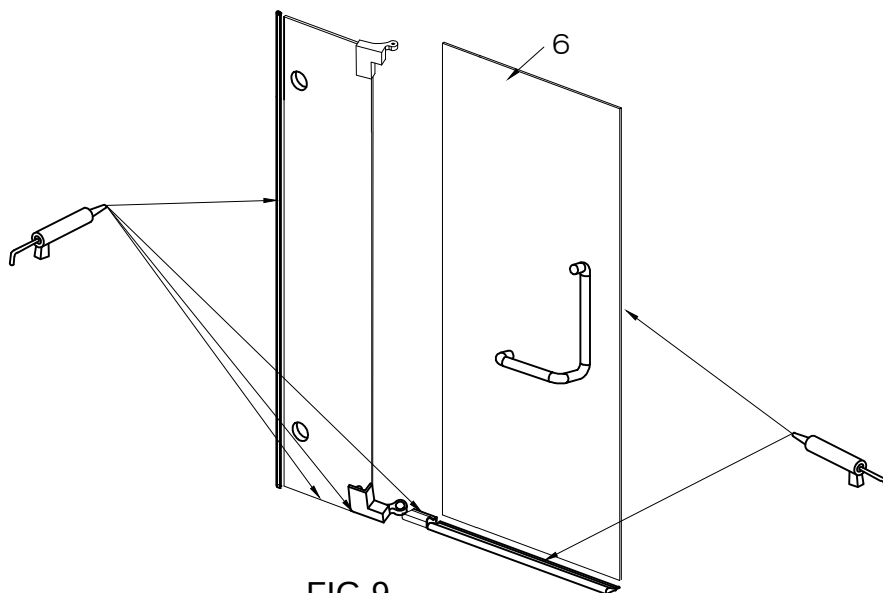

FIG.9
1. Aplique calafate de silicona transparente al interior, entre la pared y la tira selladora lateral.[CONSULTE LA FIG. 9].